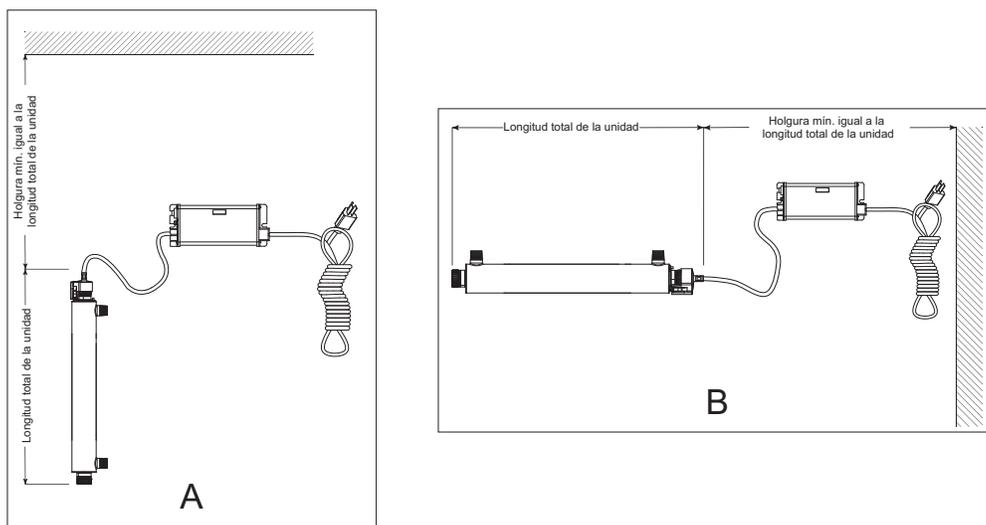

Figura 4 Instalación del sistema de UV: vertical y horizontal
2. Seleccione una ubicación adecuada para el sistema de UV y sus componentes relacionados. Como se recomienda instalar un GFCI, asegúrese de que esto se tiene en cuenta antes de cualquier instalación. El sistema se puede instalar en posición vertical (con el puerto de entrada abajo) como se indica en **Figura 4 A** o en posición horizontal, como se indica en **Figura 4 B**. Pero el método de preferencia es el de la instalación vertical. Cuando seleccione una ubicación de montaje, deje suficiente espacio para que se pueda extraer la lámpara UV o la vaina tubular de cuarzo (normalmente se debe dejar un espacio del tamaño de la cámara UV).